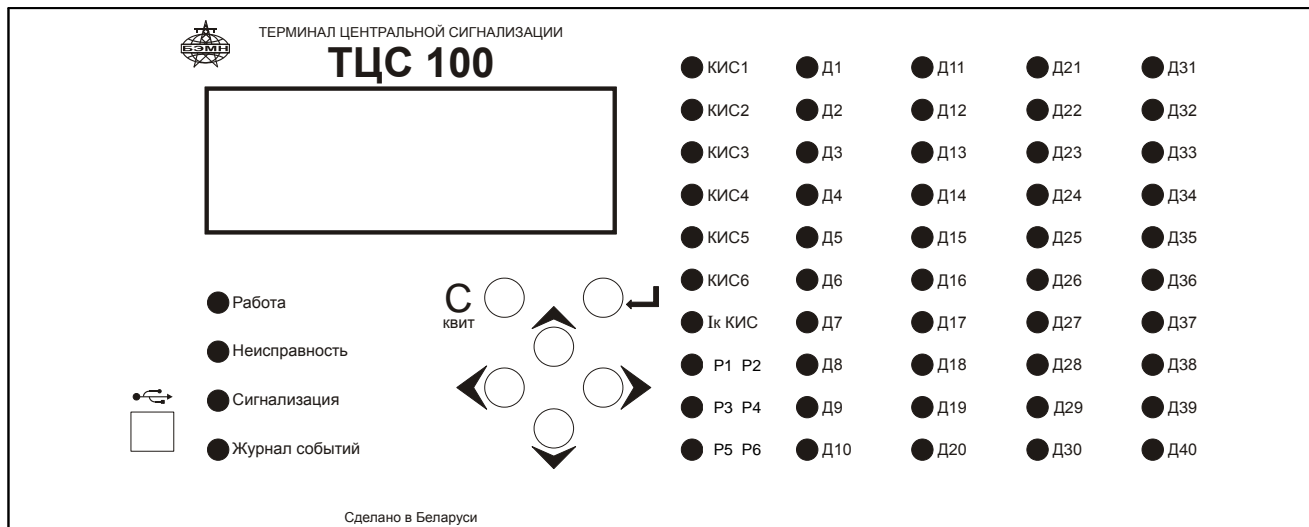

Рисунок 1.2 – Внешний вид ТЦС
**1.3.2** ТЦС выполнен в виде моноблока (рисунок 1.2) в закрытом металлическом корпусе. В каркас с задней стороны по направляющим вставляются функциональные модули. Каждый модуль конструктивно выполнен на одной печатной плате. С задней стороны ТЦС установлены разъемы (Приложение Б).